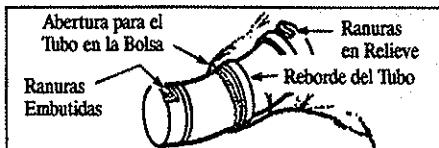
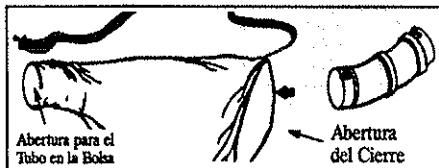

Figura 2
Figura 3
**AVISO:** Debe introducirse la punta del Tubo en "L" con las ranuras embutidas por la aertura para el tubo de la bolsa. Vea la Figura 2.
- Pase el Tubo en "L" por la abertura del cierre en la bolsa de aspiración (Figura 3). Luego empuje la punta del Tubo en "L" con las ranuras embutidas por la abertura para el tubo, en la otra punta de la bolsa. Figura 3. Asegúrese de que la abertura para el tubo en la bolsa quede al ras del reborde del tubo. Figura 2.